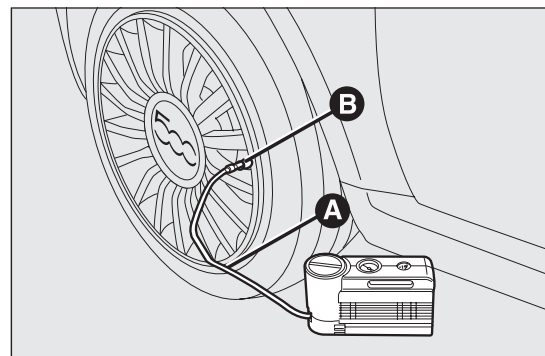

РИС. 104
- Взвести рычаг стояночного тормоза.** Снять колпачок с ниппеля шины, извлечь гибкую трубку наполнения А РИС. 104 и прикрутить зажимное кольцо В РИС. 104 на ниппель шины;